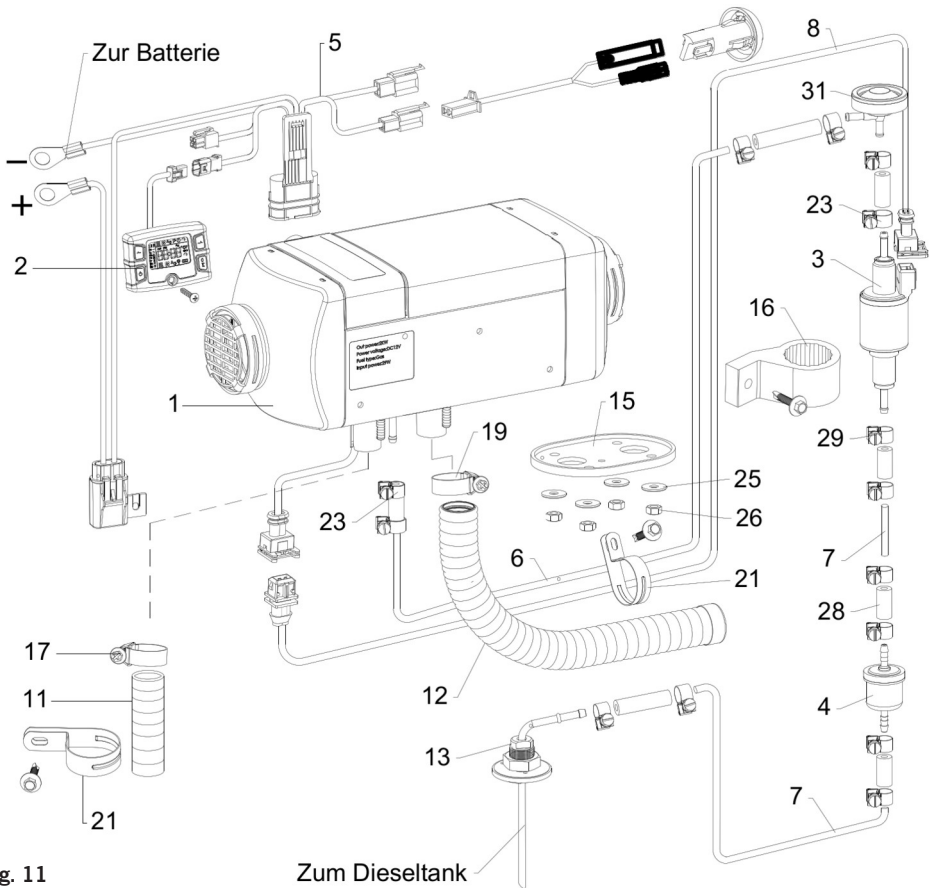

Fig. 11
**26. VanHeat 2.0-DH | Produktinformation | Ersatzteilliste (Siehe Fig. 11)**